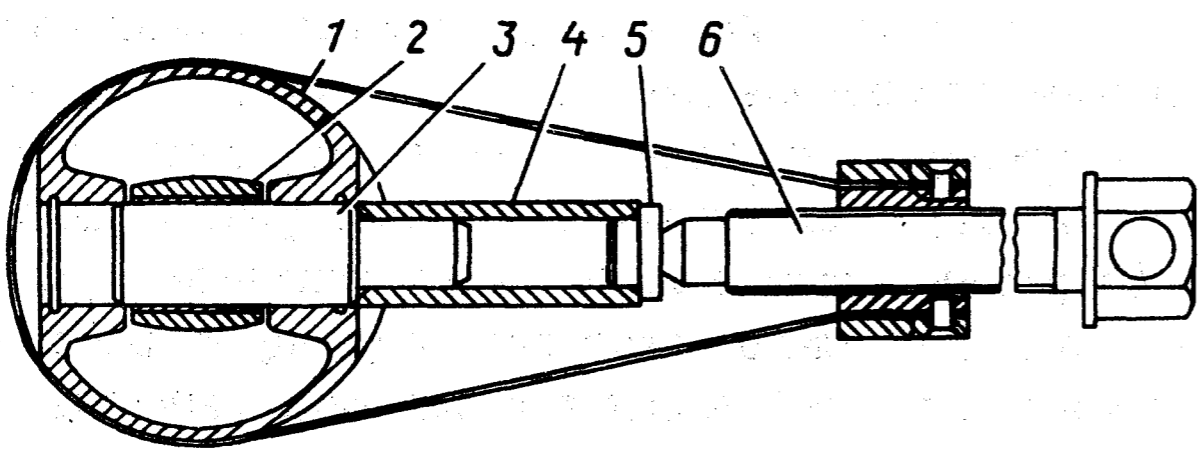

Рис. 58. Запрессовка поршневого пальца в поршень и шатун съемником 7823-6102:
- запрессовать поршневой палец в поршень и шатун с помощью приспособления 7823-6102. Поршень при этом нагреть до 70°C, соединить направляющей оправкой 3 (рис. 58) с шатуном, надеть поршневой палец на тонкий конец оправки, как показано на рисунке, надеть подпятник 5 на палец и винтом 6 дослат палец на место; запрессовка пальца в холодный поршень может привести к порче поверхности отверстий в бо-бышках поршня, а также к деформации самого поршня. При постановке поршня в цилиндр (по метке ПЕРЕД на поршне) отверстие для смазки зеркала цилиндра на нижней головке шатуна должно быть обращено в сторону, противоположную распределительному валу;